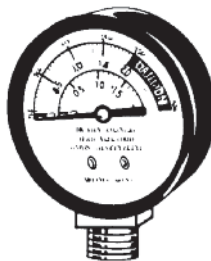

Fig. 4
2. MANÓMETRO DE PRESION, PARTE NO. 72S. (Ver Fig. 4) No sumerja el manómetro de presión en agua al limpiar la unidad. El manómetro no requiere ningún